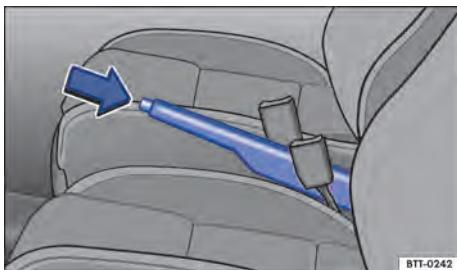

Fig. 80 Entre os bancos dianteiros: alavanca do freio de estacionamento.
- Puxar a alavanca do freio de estacionamento para cima com o botão bloqueador pressionado → Fig. 80 (seta).
- Puxar a alavanca do freio de estacionamento um pouco para cima e pressionar o botão bloqueador → Fig. 80 (seta).